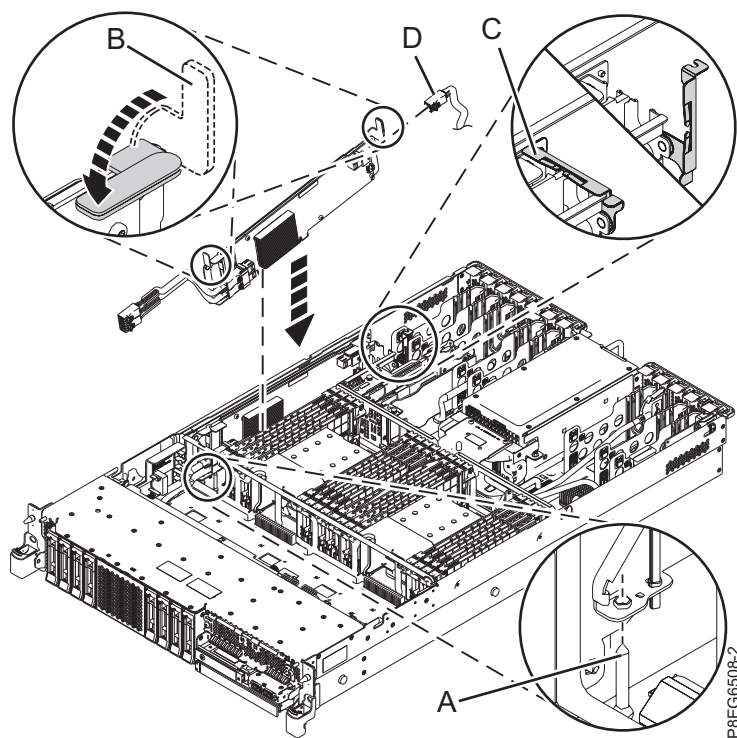

図 6. PCIe3 x8 キャッシュ SAS RAID 内部アダプター 6 Gb の取り替え
2. アダプターを取り付ける前に、SAS RAID 内部アダプターのコネクタ P1 に、前面 SAS ケーブルを再接続します。コネクタの止め金が掛かるまで、コネクタを内部に押します。製造ラベルが付いているケーブルの端を、ディスク・ドライブ・バックプレーンに差し込みます。9 ページの図 6 を参照してください。
4. 図 6 に示すように、背面 SAS ケーブル (D) を SAS RAID 内部アダプターの後部コネクタに再接続します。
5. SAS RAID 内部アダプターをここで完全に設置して、このアダプターの取り付けを完了します。アダプターが配置ピン (A) に取り付けられていることを確認します。カードの上部中央の端を押し下げて、システムのバックプレーン・コネクタにしっかりと取り付けます。
6. 青いハンドル (B) を図に示されている方向に押します。図 6 を参照してください。
7. 図に示す方向に、ケーブル保持ブラケット (C) を押します。図 6 を参照してください。